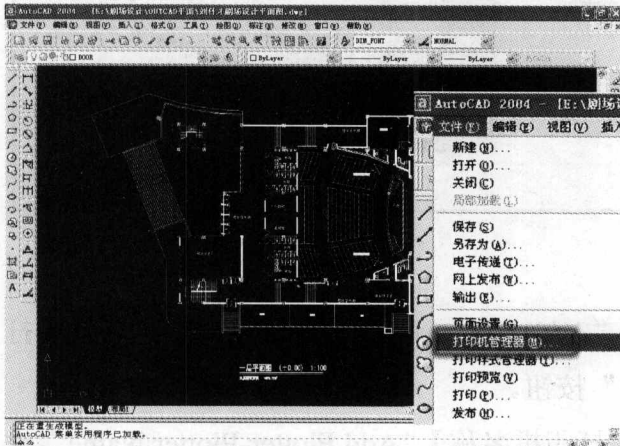

图 2-20
(1) 打开 CAD2004, 在【文件】菜单下点击 (Open) 键, 打开一个文件, 如图 2-20 所示。